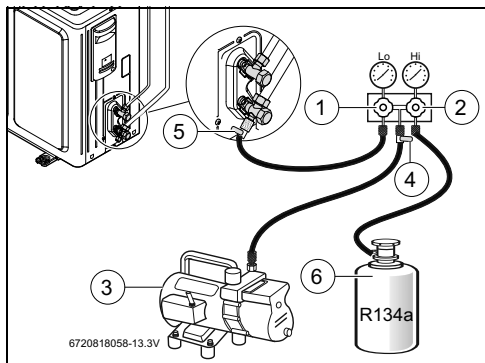

Fig. 26 Schéma de montage pour la vidange et le remplissage supplémentaire avec le R134a
- Si un remplissage supplémentaire est nécessaire sur l'installation (voir tabl. 7 et 8), raccorder une bouteille de réfrigérant R134a au manomètre du circuit de réfrigérant, conformément à la figure 26.
- Ouvrir la vanne d'isolement du raccord de l'appareil (fig. 26, [5]).
- Fermer la vanne d'isolement de l'appareil (fig. 26, [5]).
- Fermer la vanne d'isolement de la pompe à vide (fig. 26, [4]).